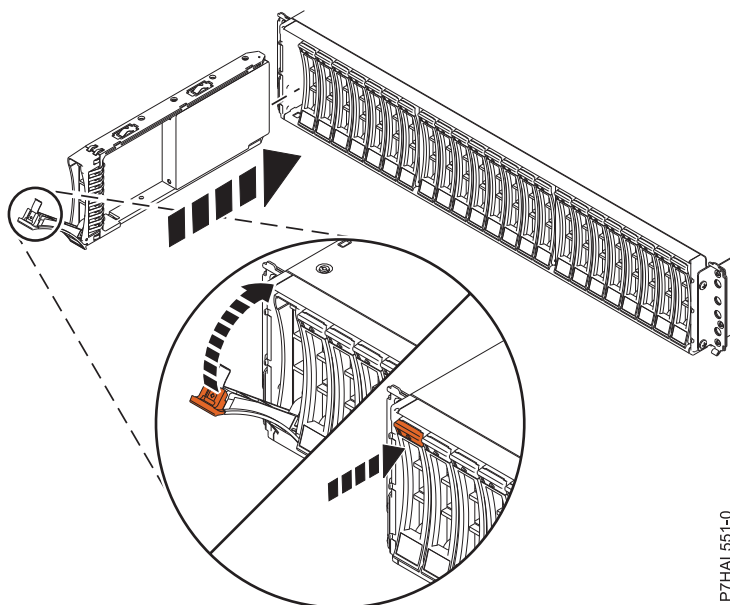

Figura 55. Instalar ou substituir a unidade de disco no 5887 suporte de unidades de disco
3. Com a pega na posição de desbloqueio, como demonstrado em Figura 55 na página 58, apoie a parte inferior da unidade à medida que a alinha com as calhas de guia na unidade de expansão.
7. Bloqueie a unidade ao rodar a pega do compartimento **(A)** na direcção demonstrada em Figura 55 na página 58.